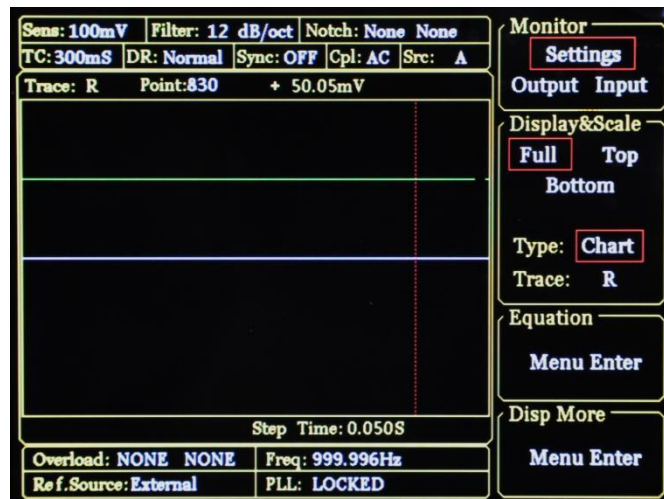

图27. <Full>-<Chart>显示
2)<Chart>: XY 坐标图, 显示测量值得曲线图形, 可通过旋钮控制<Cursor>来查看采样点的数值大小, 经常与[SAMPLE]子菜单和 CONTROL 控制区域配合做测量数据的采集。如图 27 所示。